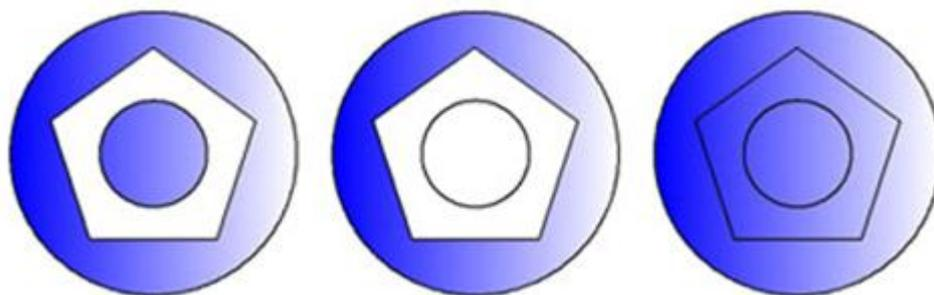

图 4-14 渐变色填充实例
(1) 画圆五边形三角形如图 4-14 左图所示线框。
(2) 拷贝两个线框放到右边。
(3) 对左边第一个图采用普通方式填充，选渐变色选项卡，颜色单色，方向居中，角度 0，
(4) 在边界选项卡中，点击添加，选择对象用鼠标拉出一个矩形，把左边第一个图全部选中。
(5) 选预览一下，可以了，点击确定，得到左边第一个图的填充效果。
(6) 依次类似方法作中间和最右边的图，中间选为“外部”方式，右边图选“忽略”方式，其余步骤相同，只是这一点差异，最后得到的效果如图 4-14 所示。